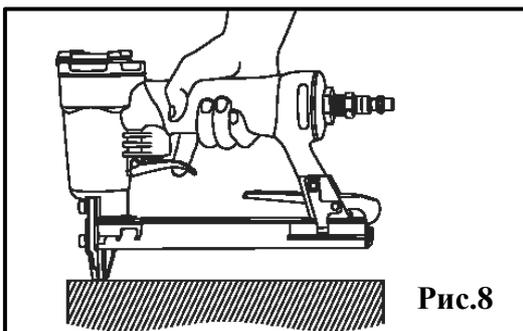

Рис.8
- Единожды плавно нажмите на выключатель 3 Рис.1 и Рис.8.